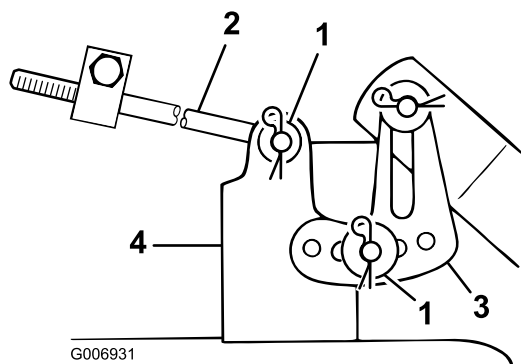

Bild 40
9. Entfernen Sie den Splint und die Scheibe vom Ende der langen Stange (Bild 40). Schieben Sie die Stange aus der Mähwerkhalterung heraus.
10. Entfernen Sie den Splint und die Scheibe von der Mähwerknivellierhalterung (Bild 40). Schieben Sie den Bügel vom Montagestift herunter. Bringen Sie die Scheibe und den Splint zur Einlagerung wieder an.